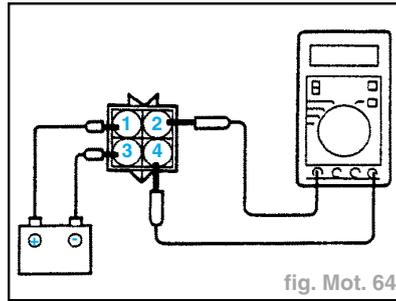

fig. Mot. 64
- Utiliser des fils volants pour brancher la borne 1 du capteur d'oxygène à la borne + et la borne 3 à la borne - de la batterie (fig. Mot. 64).